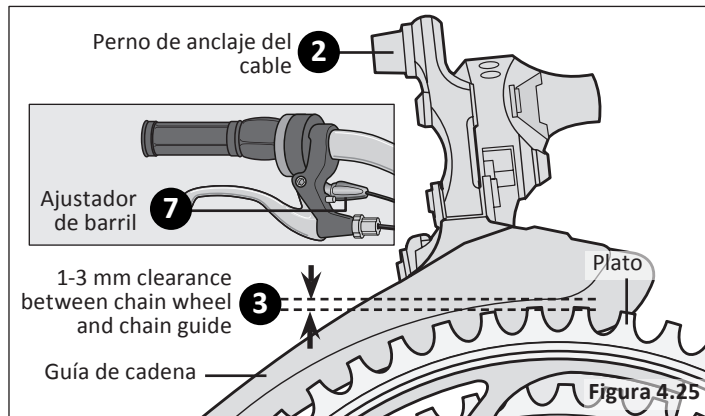

Figura 4-25
- 2 Desconecte el cable de cambio delantero del perno de anclaje del cable. **Figura 4.25**
- 1 Temblores:** Apriete el freno delantero y empuje el manillar atrás y adelante, adelante y atrás. O, si la bicicleta está en un soporte de montaje y se ha quitado la rueda delantera, empuje y tire de las horquillas. Si siente una sensación de golpeteo o "sonido metálico" significa que el juego de dirección está demasiado flojo. **Figura 4.25**